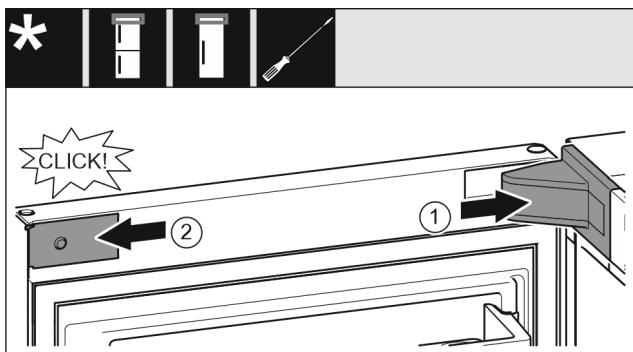

Fig. 22
- Namestite pokrov ležajnega podstavka Fig. 22 (1) in ga zaskočite, po potrebi ga previdno potisnite narazen.
- Namestite zaslонko Fig. 22 (2) in jo zataknite.